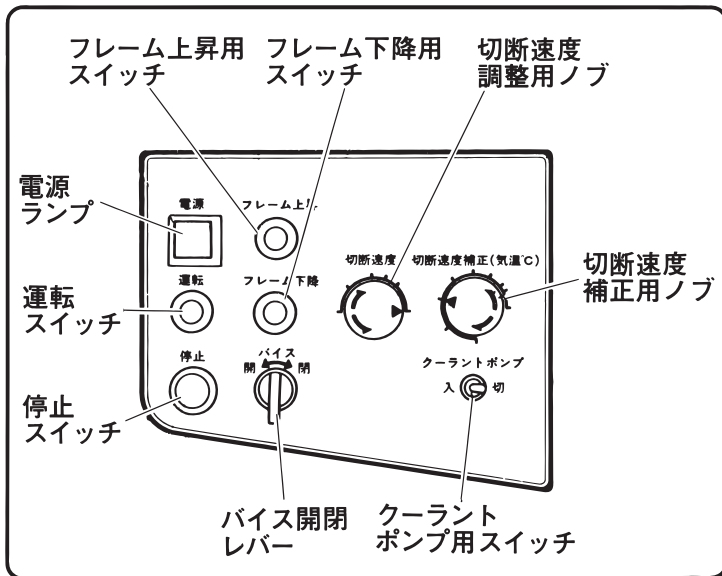
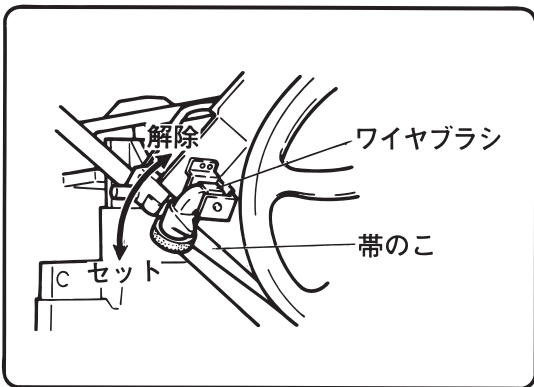

図 13
図 18
切断速度を選定する場合、切断速度補正目盛を周囲の気温に合わせてください。(図13参照)
- (2) バイス開閉レバー (図13参照) を右方向にまわし、バイス (B) で材料を締付ける。
- (1) バイス開閉レバー (図13参照) を左方向 (図18) にまわし、バイスの油圧を解除する。
- (2) ロックレバーを左回転させた状態でバイス (B) を引き戻す。
- (3) 材料をはずす。
- 注** • アッパーバイスを使用する場合は、必ずバイスのバイス(B)を締付けてから、アッパーバイスを締付けてください。アッパーバイスを先に締付けると、バイス (B) が締付けられない場合があります。
- (1) バイス (A) 側のM16ボルトを付属のボックススパナでゆるめ、バイスフレームを移動し、材料の中心付近にバイスプレートを移動する。
- (2) M16ボルトを締付ける。
- (3) バイス開閉レバー (図13参照) を右方向にまわし、バイス (B) で材料を締付ける。
- (4) 160mmハンドルを右方向にまわし、バイスプレートで材料を締付ける。
(2) ワイヤブラシを上方に解除します。(図18)
(3) セリヘッド(A), (B)部のボルト(A)を反時計方向に4~5回転ゆるめます。
- (10) ワイヤブラシを下方にセットします。(図18)